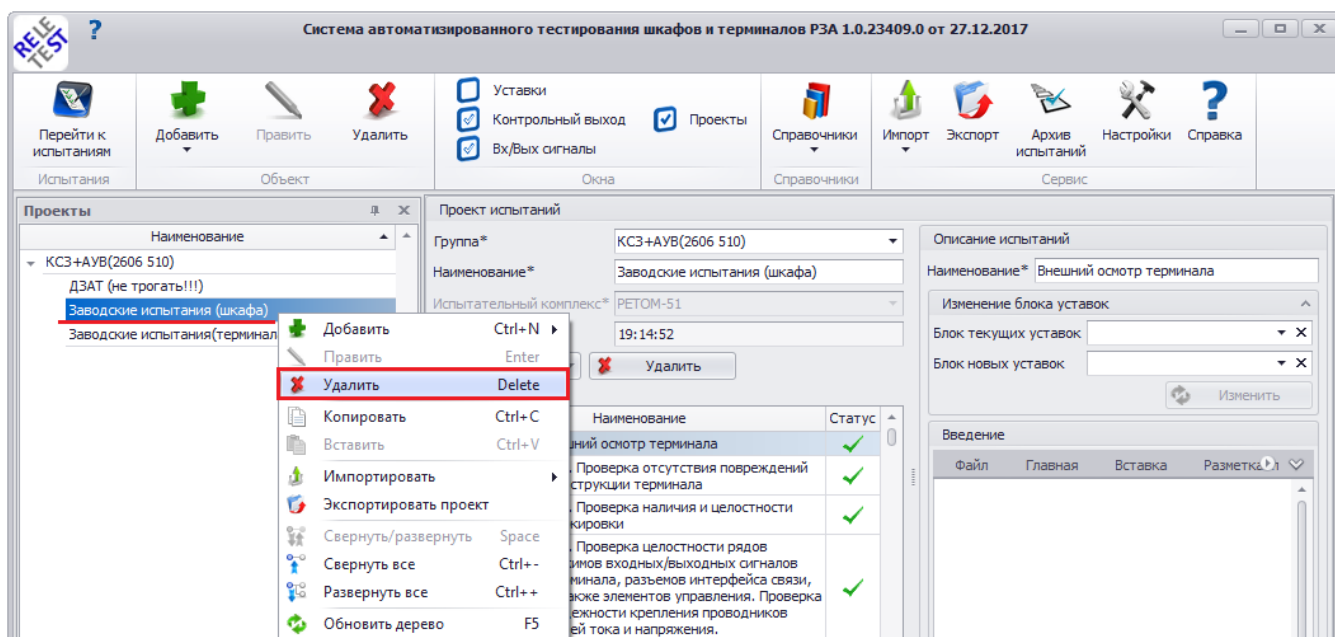

Рисунок 3.128
- в мобильном окне «Проекты» навести курсор мыши на проект, требующий удаления, нажать правую клавишу мыши (выделять проект левой клавишей мыши не обязательно, так как контекстное меню работает по позиции указателя мыши), и выбрать из появившегося контекстного меню пункт «Удалить» (Рисунок 3.128).